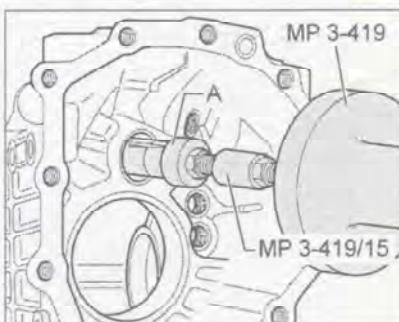

Рис. 7.252. Извлечение внутренней обоймы игольчатого подшипника.
9. Выпрессуйте внутреннюю обойму игольчатого подшипника с помощью съемника Kukko 21/5 (A) (рис. 7.252).